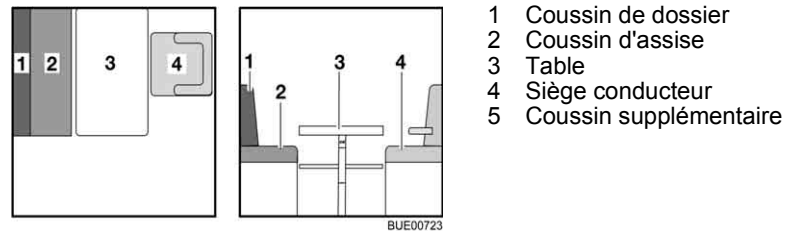

Fig. 75 Avant la transformation
- Tourner le siège conducteur (Fig. 75,4) et le pousser complètement vers l'avant.
- Convertir la table (Fig. 75,3) en sommier de lit (voir paragraphe 6.12).
- Placer le coussin de dossier (Fig. 75,1) de côté.